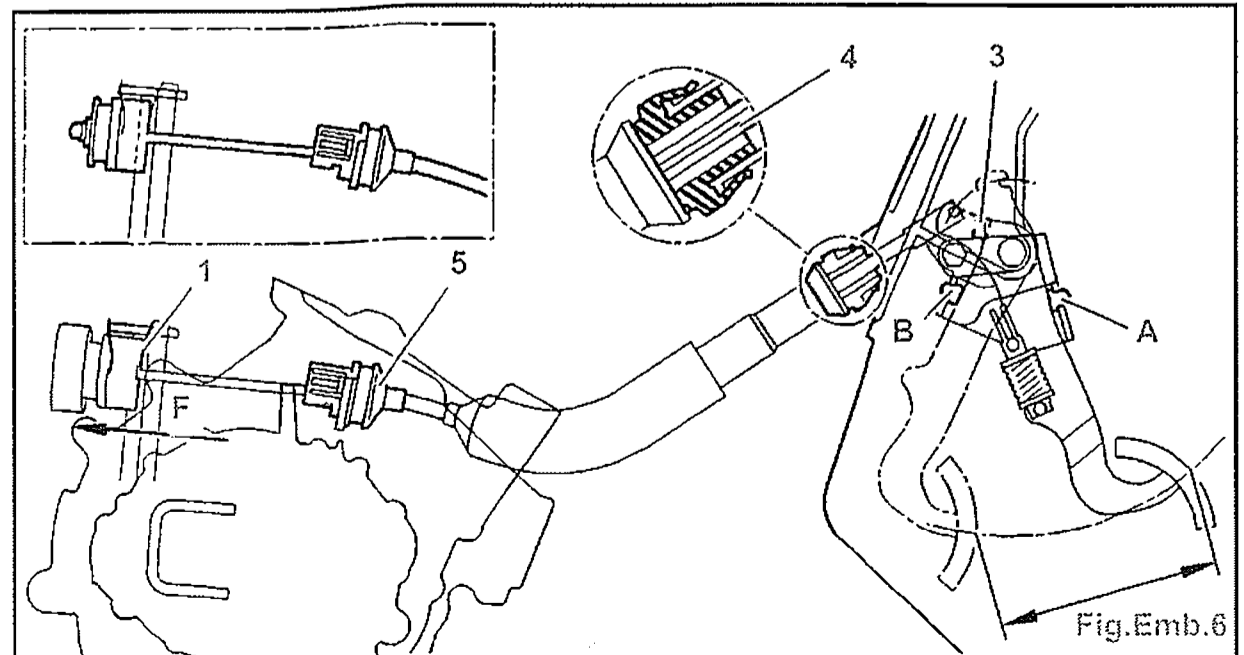

Fig.Emb.6
- Déposer l'agrafe (3) (Fig.Emb.6).